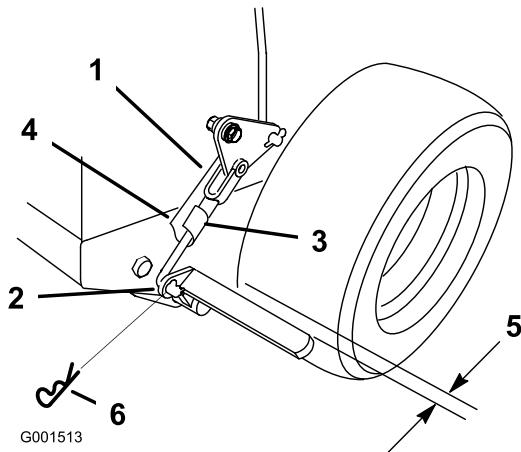

Bild 42
3. Entfernen Sie den Federsplint aus dem Bremsenunterlenker (Bild 42).
Sie den Bremsgestängebügel nach links aus dem Bügel heraus, um die Feststellbremse zu lösen (Bild 42).
Hinweis: Bei gelöster Feststellbremse sollte der Abstand zwischen dem Reifen und der flachen Stange ca. 6 mm sein (Bild 42).
5. Befestigen Sie den Unterlenker mit dem Splint und dem Lastösenbolzen am unteren Bremshebel (Bild 42).